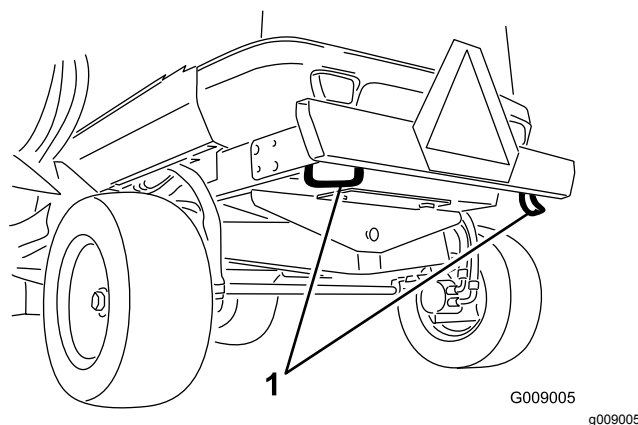

Figure 61
**Arrière de la machine** – sur le pare-chocs (Figure 61)